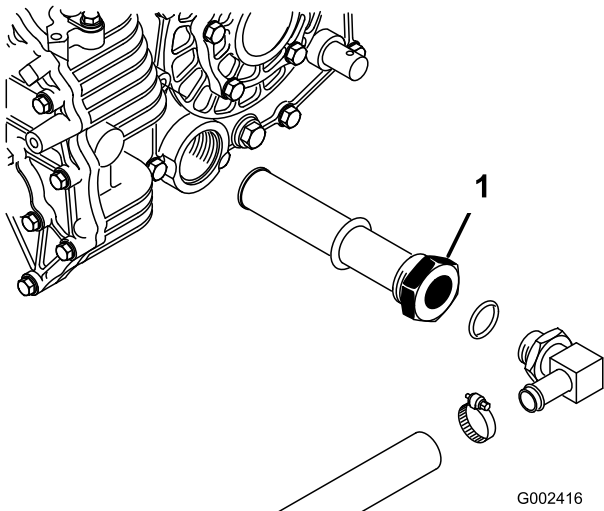

Figura 64
3. Observe la orientación del tubo hidráulico y del codo de 90° conectado al filtro en el lateral del depósito (Figura 64). Retire el tubo hidráulico y el codo de 90°.